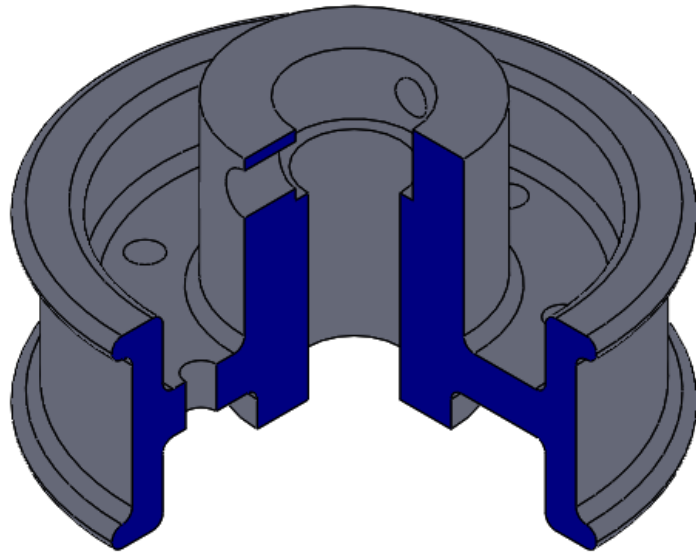

Ilustración 112
Paso 3: Se realizan las operaciones necesarias para finalizar la pieza. En este caso se realizan tres cortes y una matriz circular como se observa en la ilustración 112.